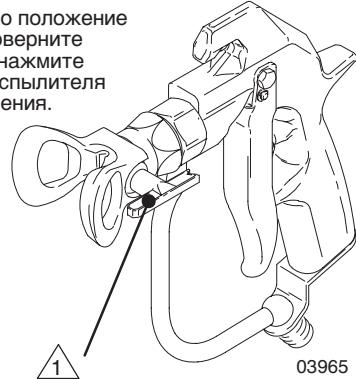

Рис. 4
- Заблокируйте предохранитель курка пистолета-распылителя. Поверните рукоятку наконечника RAC IV назад на 180°. См. Рис. 4.
- Заблокируйте предохранитель курка пистолета-распылителя. Поверните рукоятку наконечника в положение распыления. См. Рис. 4.